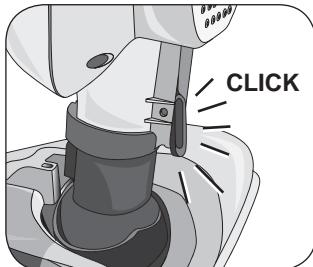

Fig. 17
Om het accessoires voor weefsels te gebruiken, moeten de stoomkop (A) en de telesccoopstang (J) worden verwijderd. Druk op de koppeling van de stoomkop (Fig 17). Verwijder de stoomkop. Druk op de deblokkeerknop van de handgreep (H). Verwijder de telesccoopstang.